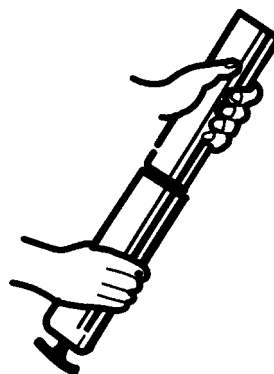

Fig. 1:
1. Chargement par cartouche (Voir Figure 1):